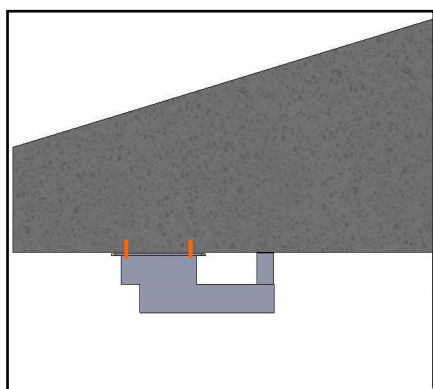

fig.4
Montaggio (fig. 4 – 5 – 6 – 7)
- Eseguire 4 fori sulla parte inferiore della soletta dell'edificio con gli stessi interassi dei fori presenti sulla piastra e fissare lo scorrevole del parapetto con i tasselli idonei (vedi punto 5 pag. 4) (fig. 4 a pag. 9);